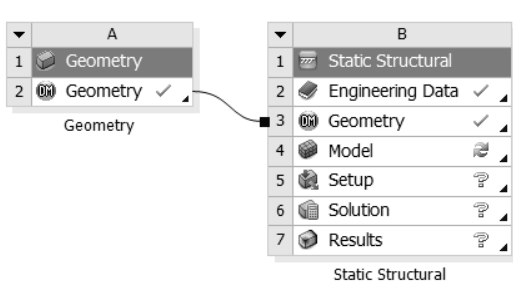

图 13-8 项目数据共享
Step2：此时会出现如图 13-8 所示的项目 B，同时在项目 A 的 A2（Geometry）与项目 B 的 B2（Geometry）之间出现一条连接线，此时说明数据在项目 A 与项目 B 之间实现共享。